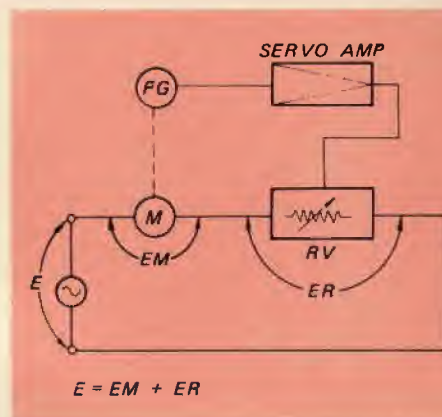

Fig. 1 - Diagramma semplificato del servo sistema in c.a.
La fig. 1 mostra un diagramma semplificato del servo sistema in c.a. incorporato in questo apparecchio. Poichè la velocità del motore è proporzionale alla tensione applicata, essa è controllata tramite la variazione della tensione (EM).